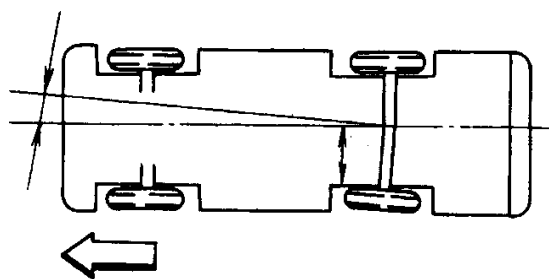

图 5.1-6 推力角
1.1.3.4 推力角：前轮引导或转向车辆，后轮控制同辙。同辙作用与推力角有关。推力角(如图 5.1-6 所示)是后轮行驶的轨迹与车身中心线的夹角。